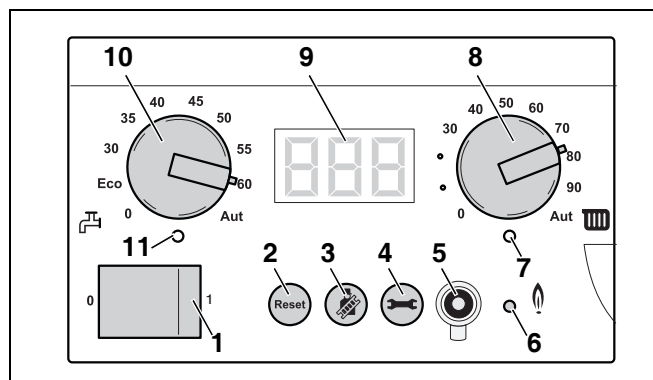

Fig. 90 Basiscontroller BC10
- Indstil den øverste grænsetemperatur for kedelvandet til varmedriften på drejeknappen "maksimal kedeltemperatur" (fig. 90, pos. 8) (se tab. 16).